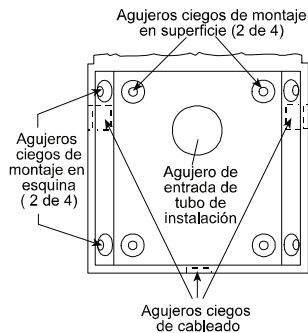

Figura 3. La base del GL
- D. Instale la base en la posición seleccionada para una cobertura óptima. Use los 4 agujeros ciegos de la parte de atrás de la base para montaje en superficie y los 4 de los lados para montaje en esquina (vea Figura 3). La unidad deberá fijarse con firmeza para evitar posibles vibraciones.
- B. Hay tres agujeros ciegos de cableado (dos en los lados, uno en la parte de abajo - Figura 3) y un agujero de entrada de tubo de instalación.